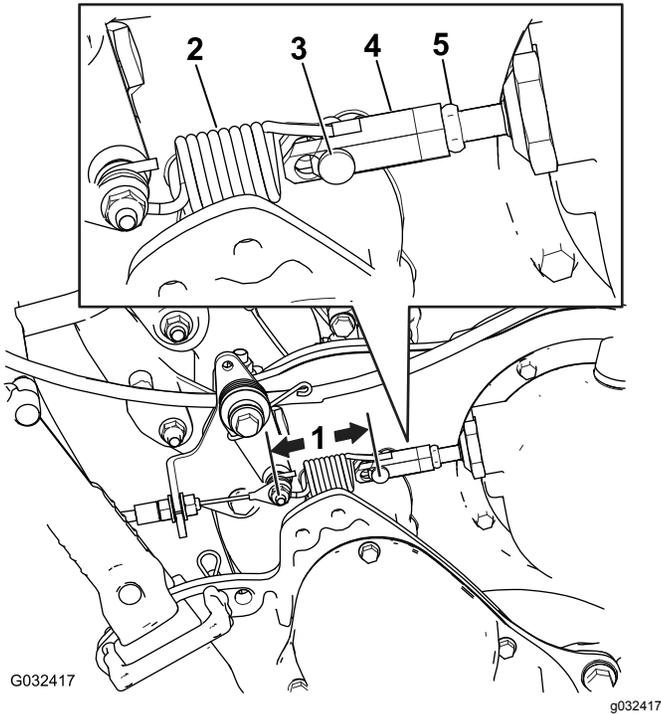

图49
2. 测量从柱销到驱动控制弹簧任一端的距离图49如果介于7.37.6cm请根据以下步骤调节离合器。